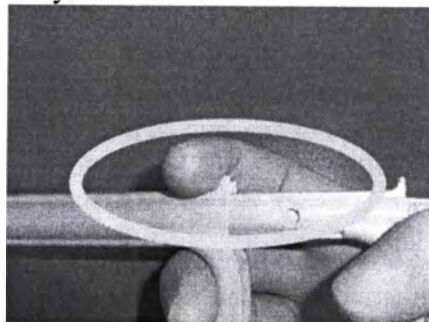
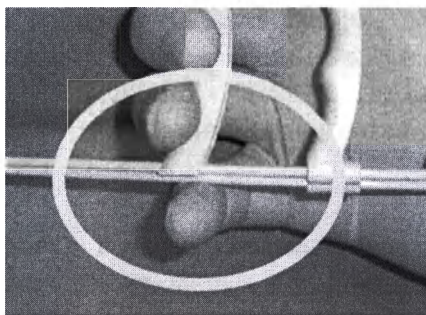

Рисунок 7
Рисунок 8
h) Надежно расположив руку на рукоятке, отогнув большой палец кверху и положив указательный палец на верхнюю часть первой рукоятки, как показано на Рисунок 7 (вверху), а средний и безымянный пальцы разместив в свободном положении на средней части рукоятки, как показано на Рисунок 8, медленно оттяните 1-ый пусковой механизм уверенным, но не резким движением.